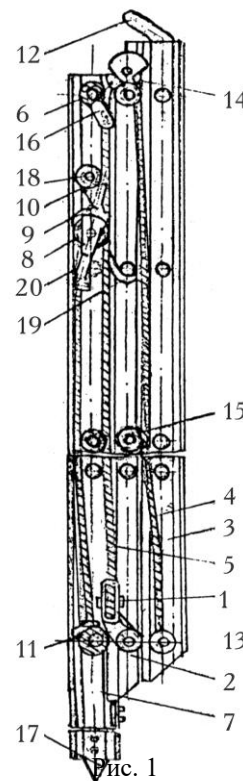
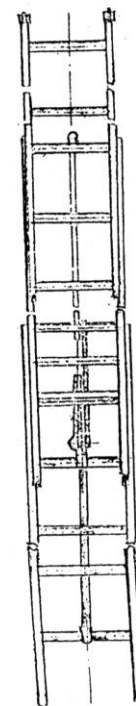

Рис. 1
Рис. 2
4.1. Лестница состоит из трёх телескопически сдвигающихся колен, сделанных из однотипных профилей и деталей (рис.1, рис. 2). Принцип выдвигания колен – ручной с помощью канатов и блоков. У лестницы имеется подвижной блок 1, установленный на втором колене 2. Первое колено 3 подвешено на стальном канате 4 диаметром 4,8 мм, второе – выдвигается с помощью пенькового каната диаметром 10 мм. Канат, верхний конец которого закреплён на верхней ступени 6 третьего колена 7, проходит к нижней ступени 11 третьего колена, где и закрепляется второе колено.